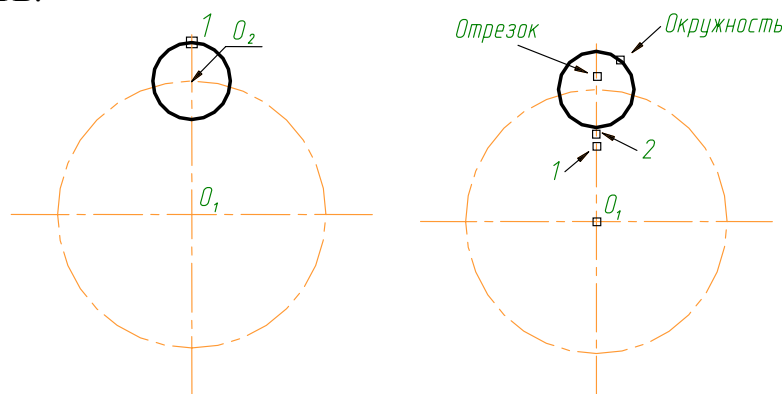
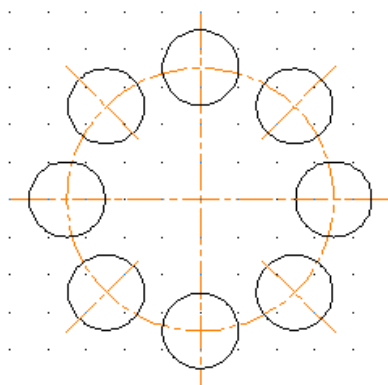

Рис. 1.65. Выполнение элементов фигуры
Рис. 1.67. Создание кругового массива
1.3. Из точки пересечения штрихпунктирных линий **O₁**, как из центра, постройте окружность радиусом 35 мм (рис. 1.65).
Из точки **O₂** (см. рис. 1.65), как из центра, постройте окружность радиусом 10 мм, которую затем размножите командой **МАССИВ**.
Одновременно с окружностью необходимо размножить осевую линию. Для этого предварительно следует разорвать отрезок (вертикальную осевую линию) на два (рис. 1.65), применив команду **РАЗОРВАТЬ**.
Выберите объект: *Укажите вертикальный отрезок в точке 1 (рис. 1.65).*
Для указания **центра** массива нажмите кнопку  в области **Центр**, после чего окно временно свернется. Выберите при помощи мыши центр массива – точку O_1 (см. рис. 1.65). После этого окно **Массив** появится снова.
Для выбора объектов нажмите кнопку  в области **Выбор объектов**. На чертеже указателем мыши выберите окружность и отрезок, как на рис. 1.65. Когда выбор объектов будет завершен, следует нажать клавишу [Enter]. Снова появится диалоговое окно **Массив**, в котором для выполнения команды **МАССИВ** нужно нажать кнопку **ОК**. В результате вы получите круговой массив из 8 окружностей (рис. 1.67).